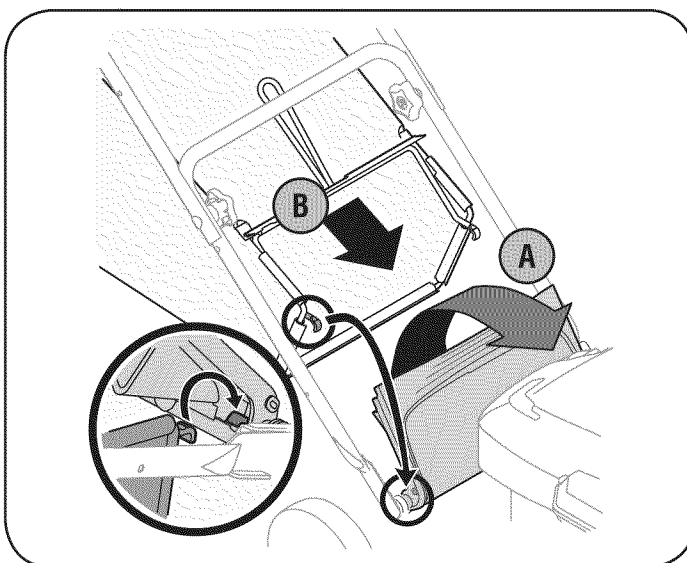

Figura 6
- a. Levante la puerta de descarga posterior. Vea la Figura 6.